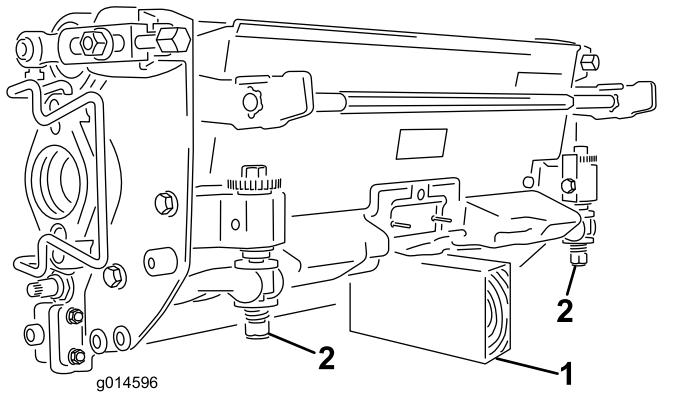

Figura 27
**Importante:** Cuando sea necesario inclinar la unidad de corte, apoye la parte trasera de la unidad de corte para asegurarse de que las tuercas de los tornillos de ajuste de la barra de asiento no estén apoyadas en la superficie de trabajo (Figura 27).